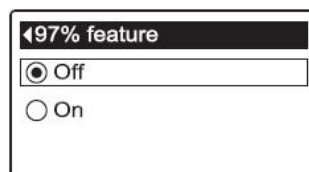

РИС. 72
8с. Функция 97%: Если желаемая опция уже отмечена черной точкой напротив неё (См. Рисунок 72), перейти к Шагу 9. В противном случае, нажать кнопки ВНИЗ (▼) или ВВЕРХ (▲), чтобы прокрутить до другой опции, затем нажать кнопку ВЫБРАТЬ (O) чтобы подтвердить её. Если эта функция находится в положении Включено, автоматическая заправка умягчителя начнется в любое время дня после использования 97% ёмкости. По умолчанию функция установлена как Выключенная.